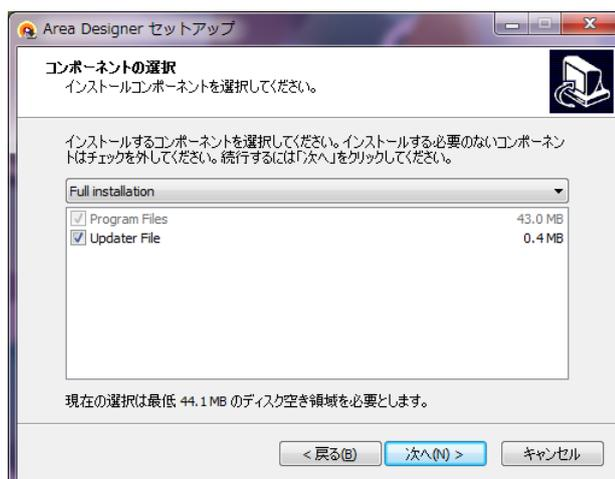

図 2-3 コンポーネントの選択画面
5. 図 2-3 の「次へ」をクリックすると、「Area Designer」のプログラムグループ指定を行います。特に指定が無ければ、「次へ」をクリックしてください。